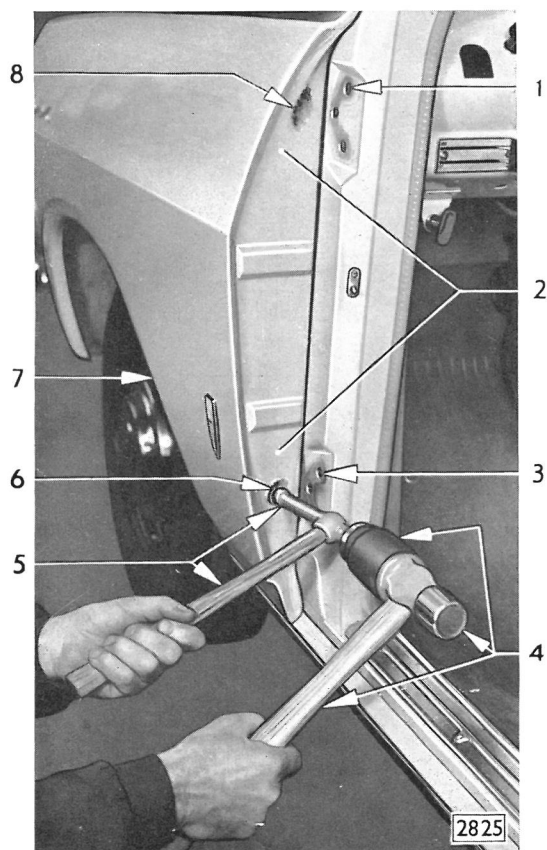

Bild 143 - Einprägungen im Kotflügelverbindungsstück für Gelenksteckschlüssel auf Türscharnierschraube
4. Sofern erforderlich, die beiden Einprägungen mit Spenglerwerkzeug in das Kotflügelverbindungsstück hineintreiben (Bild 143) und prüfen, ob diese Einprägungen tief genug eingetrieben wurden. Um dies prüfen zu können, ist jeweils eine vorn liegende Schraube (141/6 und 142/2) nur etwa zwei Gewindegänge einzuschrauben, dann die Gewindeplatte im Innern der vorderen Karosseriesäule so weit wie möglich nach vorn schieben. Sind die Einprägungen tief genug, so läßt sich der Gelenksteckschlüssel fest auf die Schrauben aufstecken (Bild 140).